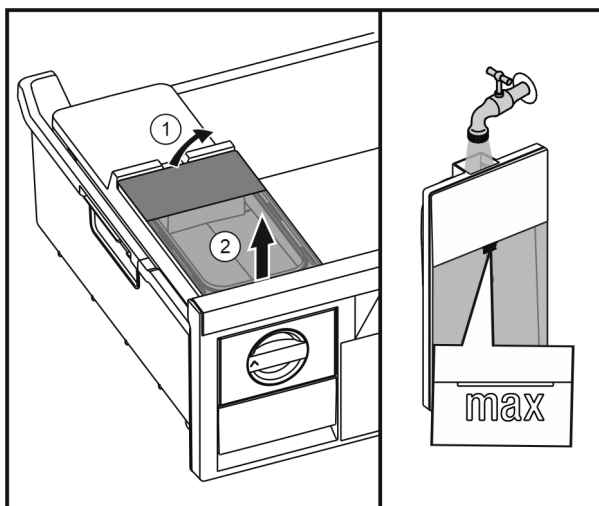

Fig. 43
- Lyft vattentanken bakifrån Fig. 43 (1) och ta ut den Fig. 43 (2).